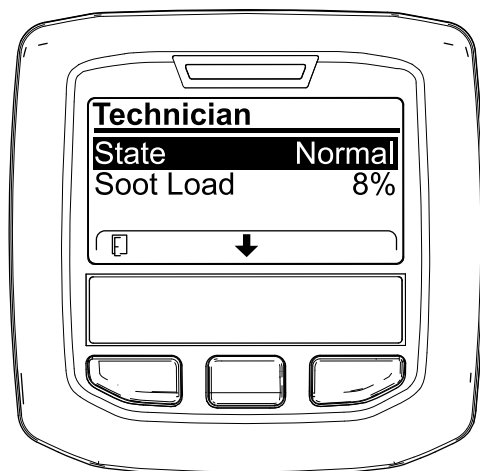

Figura 44
- Utilice la tabla de funcionamiento de DPF para comprender el estado actual del funcionamiento del DPF (Figura 44).